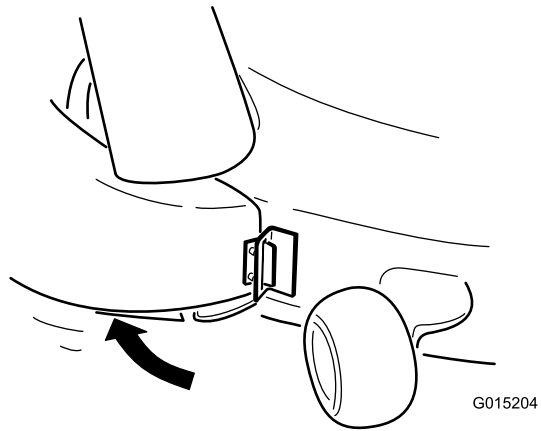
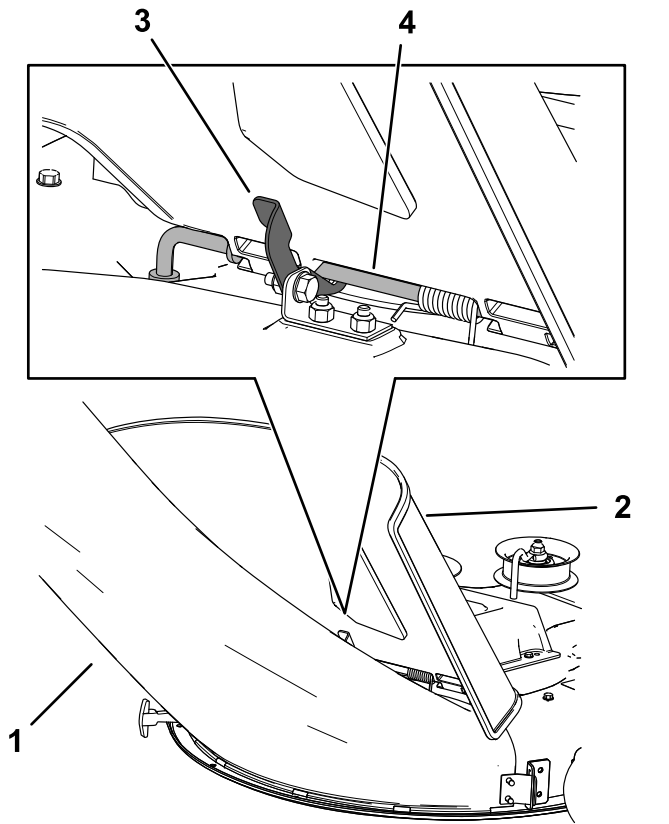

Figure 15
Figure 16
- Sur le haut de la goulotte, accrochez le crochet de verrouillage à la tige de pivot du déflecteur (Figure 15 et Figure 16).